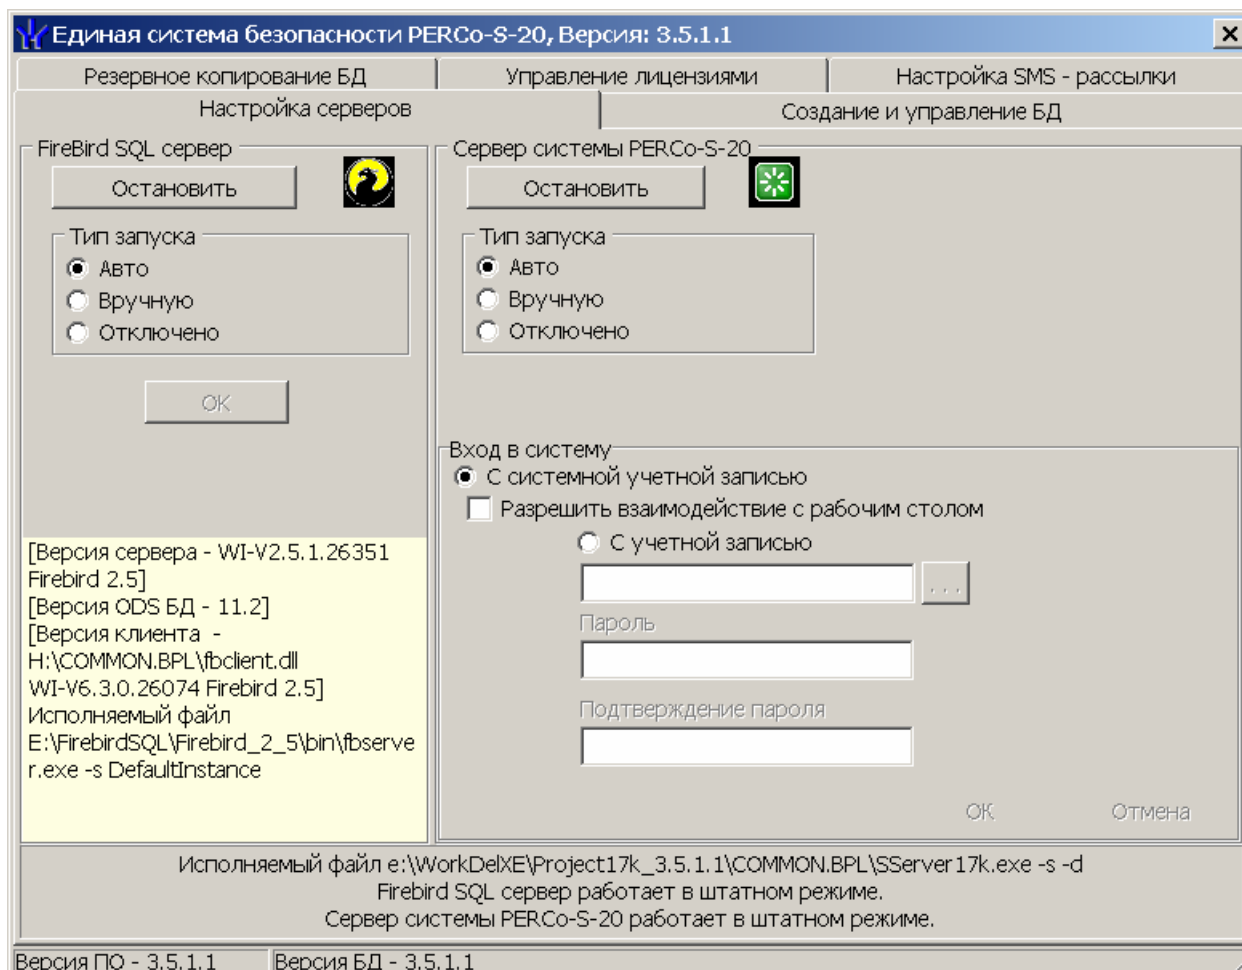

Рис. 4 Центр управления серверами системы PERCo-S-20
– для управления сервером системы PERCo-S-20 и сервером баз данных (Рис. 4).
Убедитесь (см. Рис. 4), что Firebird SQL Server и Сервер системы запущены. Информация об этом расположена в нижней части окна.